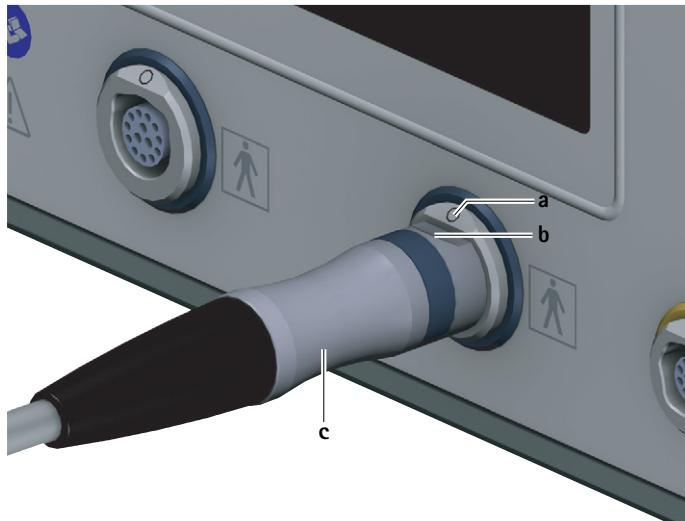

Fig. 3 Collegamento cavo motore
- Orientare il connettore per la centralina c sul cavo motore in modo che la marcatura b del connettore coincida con quella a presente sulla presa di collegamento dei motori 7, vedere Fig. 3.
- ▶ Estrarre il connettore del cavo motore **c** dalla centralina **7**, vedere Fig. 3.